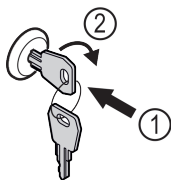

Fig. 160
- ▶ Włożyć kluczyk Fig. 160 (1).
- ▶ Przekręcić kluczyk o 90° w prawo Fig. 160 (2).